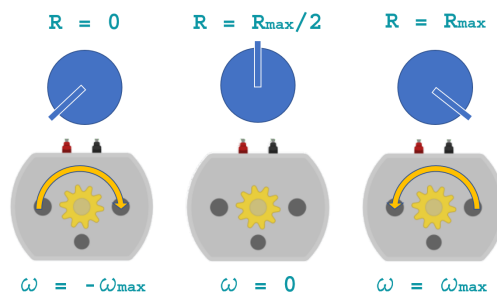

Figura 5: Velocidad y sentido proporcionales a la posición del potenciómetro
3. Realizar la programación necesaria para que la velocidad y dirección de giro del motor eléctrico sean proporcionales a la posición del potenciómetro. Se parte de una posición central con velocidad cero y se establece la máxima velocidad hacia un sentido y otro en los extremos del potenciómetro. Tal como se muestra en la Figura 5.